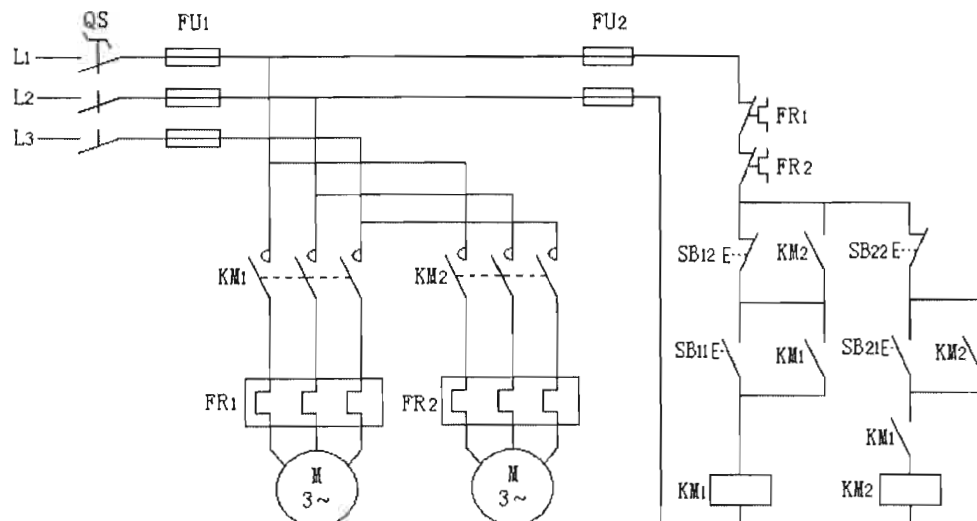

图 13-8 电动机顺序启动逆序停止控制原理图
- (1) 按表 13-7 配齐所用电器元件, 并检验元件质量。
- (2) 根据如图 13-8 所示电气原理图, 画出布置图。
- (3) 在控制板上按布置图安装走线槽和所有电器元件，并贴上醒目的文字符号。
- (4) 在控制板上按如图 13-8 所示电气原理图进行板前线槽布线，并在导线端部套编码套管和冷压接线头。
- (5) 安装电动机。
- (6) 可靠连接电动机和电器元件金属外壳的保护接地线。
- (7) 连接控制板外部的导线。
- (8) 自检。
- (9) 检查无误后通电试车。